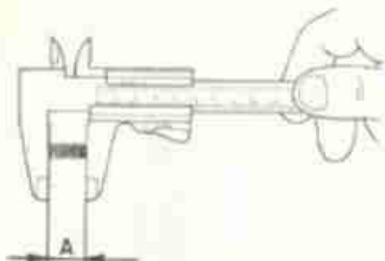

FIG. 30 Controllo molle frizione.
- 6) **CONTROLLARE** che il gruppo frizione sia efficiente e per fare ciò verificare la buona condizione dei dischi in ferro, che le tacche di traino sui dischi in sughero non siano eccessivamente deformate e che il loro rivestimento non presenti bruciature. Verificare anche che la lunghezza delle molle frizione non sia inferiore al valore minimo (A) indicato in tabella (fig. 30) nel qual caso sostituirle.